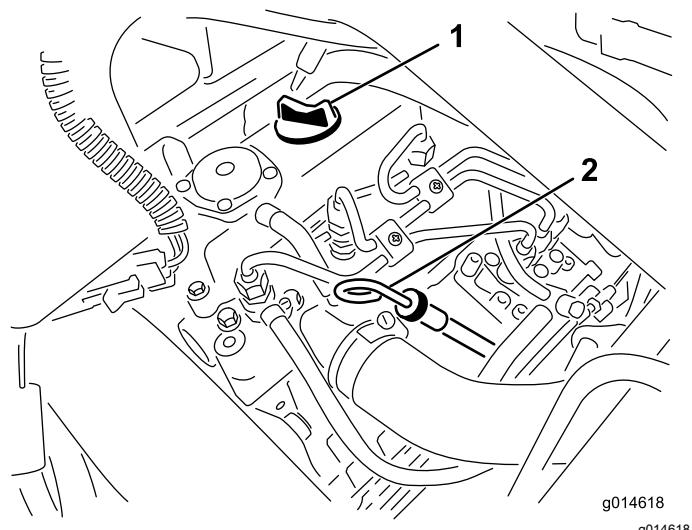

Рисунок 27
2. Выньте масломерный щуп и протрите его чистой ветошью (Рисунок 27).